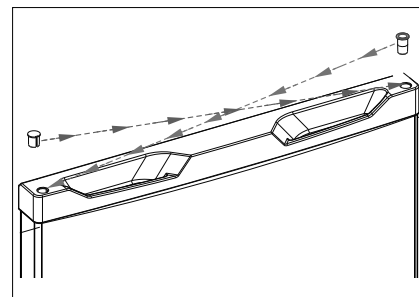

Fig. 9
- ▶ Inserire il tappo cieco nel foro sul lato destro (fig. 9).